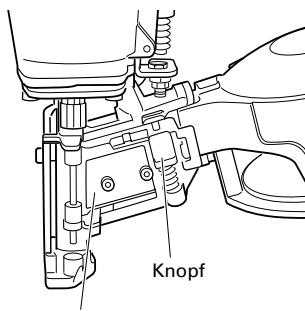

Abb. 13
- (1) Reinigen Sie von Zeit zu Zeit die gleitenden Teile des Verschlusses und ölen Sie ihn ein. (**Abb. 13**)